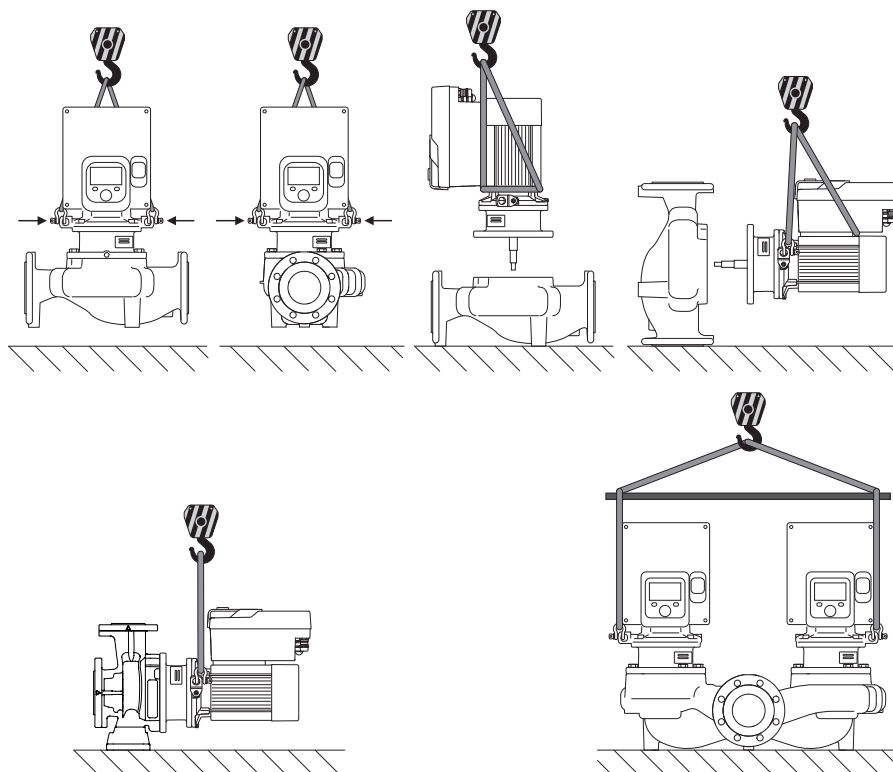

Fig. 6: Διάταξη ανάληψης φορτίου
Η μεταφορά της αντλίας πρέπει να εκτελείται με εγκεκριμένα μέσα ανύψωσης φορτίων (παλάγκο, γερανός κ.λπ.). Τα μέσα ανύψωσης φορτίων πρέπει να στερεώνονται στους κρίκους μεταφοράς στη φλάντζα του κινητήρα. Αν χρειάζεται, σύρετε τις θηλίες ανύψωσης κάτω από το κουτί ακροδεκτών (Fig. 6).
2. Για λόγους ασφαλείας, στερεώστε την πτερωτή κινητήρα (Fig. 4) με κατάλληλο εξοπλισμό ανύψωσης στους κρίκους μεταφοράς. Για να αποτρέψετε την ανατροπή της μονάδας, τοποθετήστε έναν βρόχο ιμάντα όπως φαίνεται στο Fig. 6 γύρω από τον κινητήρα και τον προσαρμογέα της ηλεκτρονικής μονάδας. Κατά τη στερέωση, προσέξτε να μην προκληθούν ζημιές στην ηλεκτρονική μονάδα.